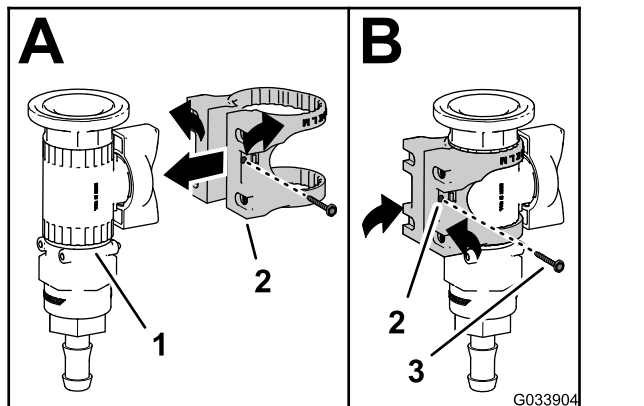

Bild 27
- Befestigen Sie die Ventilverhalterung am Regelventil, wie in A in **Bild 27** abgebildet.
- Befestigen Sie die Ventilverfestigung mit dem Bundbolzen (Nr. 6) am Regelventil und ziehen es mit der Hand an (B in **Bild 27**).